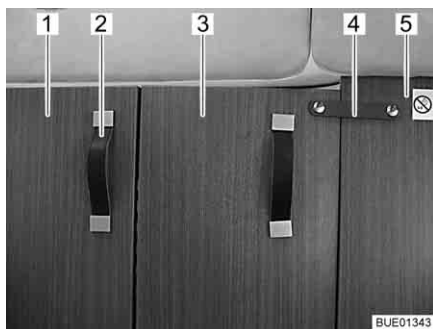

Bild 50 Fahrerhausabtrennung, geschlossen
- Fahrerhausabtrennung (Bild 50,1) am Griffband (Bild 50,2) ganz nach innen ziehen.
- Den klappbaren Teil der Fahrerhausabtrennung (Bild 50,3) mit dem Sicherheitsband (Bild 50,4) an der festen Zwischenwand (Bild 50,5) hinter dem Beifahrersitz befestigen.